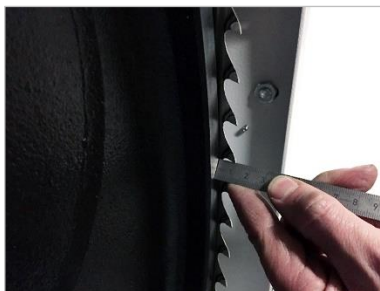

Abbildung 56: Zahnüberstand messen
- Das Bandsägeblatt sollte jetzt so auf den Rädern positioniert sein, dass sich die Zahnschneiden auf der gesamten Sägeblattlänge (wie in ⇒ Abbildung 56 gezeigt) ca. 8 - 10 mm vor der Radvorderkante befinden.